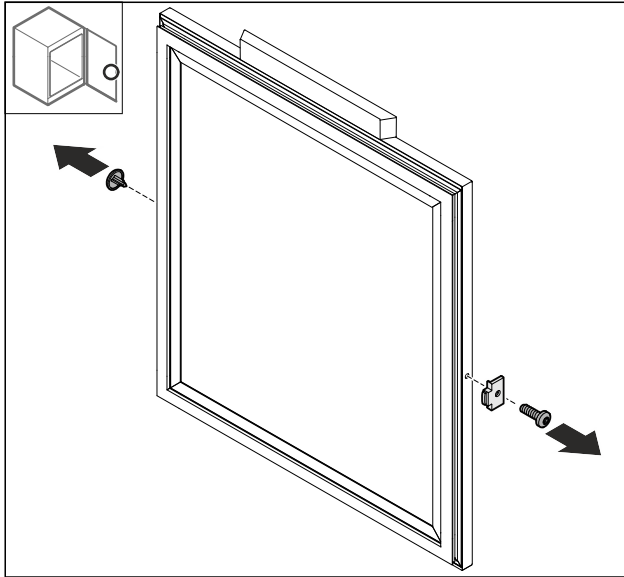

Fig. 69
- ▶ Fjern afdækningen Fig. 69 (1).
- ▶ Afmonter dørstopperen Fig. 69 (2).